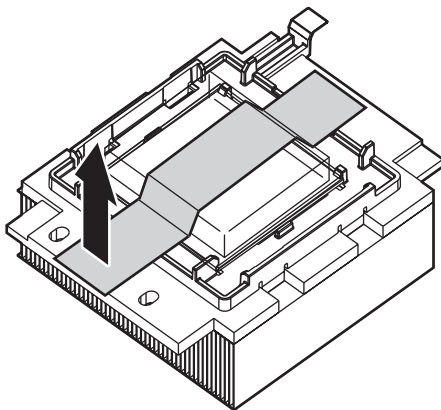

Figure 95 Dépose du cache du processeur
1. Retirez le cache de protection du processeur (Figure 95).